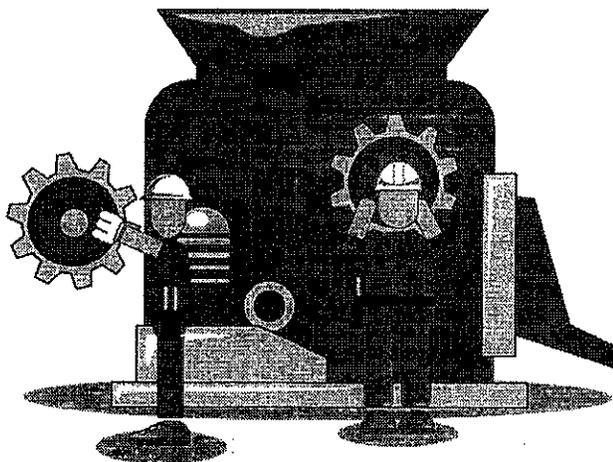

FIGURA 6.16. Educación y práctica.
6. Educación y práctica (Figura 6.16) para dar soporte a las primeras 5 actividades. Sin lugar a dudas, esto es un punto importante, ya que sin un buen entrenamiento, los operadores y sus respec-